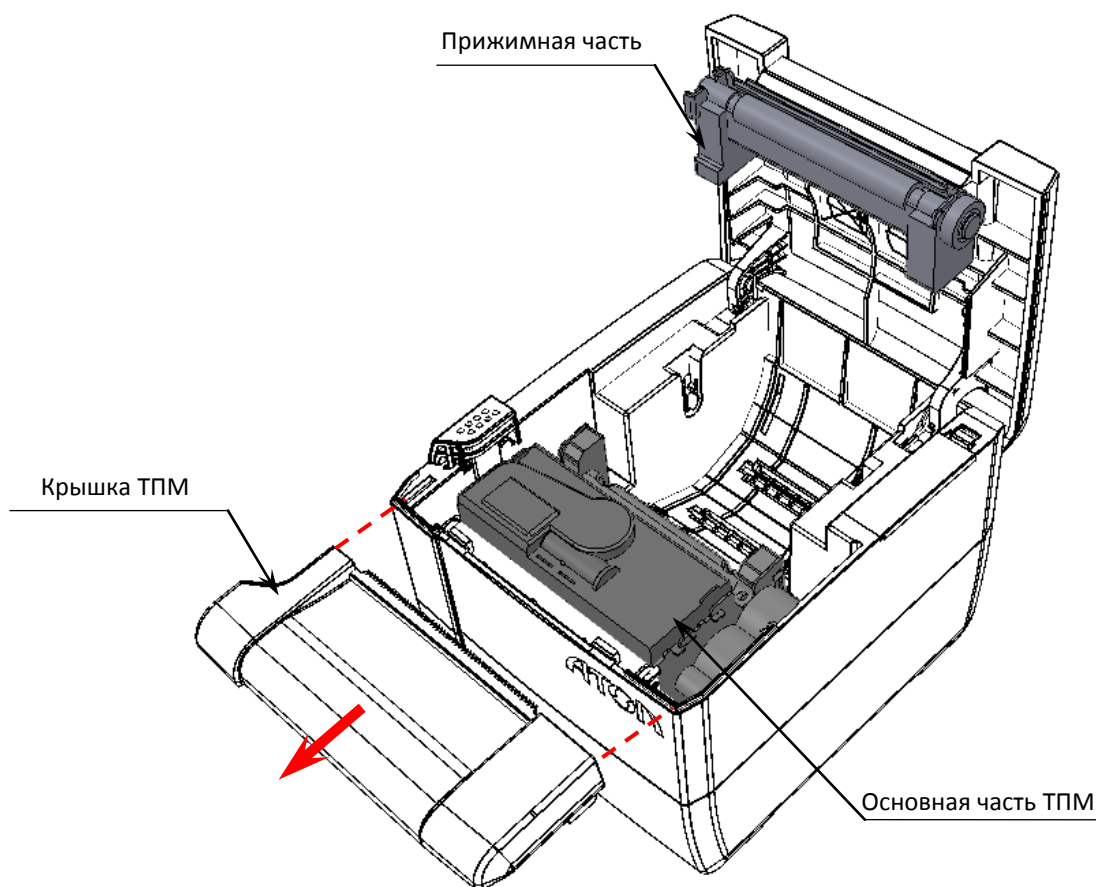

Рисунок 14. ТПМ в корпусе ККТ
1. Отделить съемную панель (крышку) от корпуса ККТ, получить доступ к ТПМ (смотрите рисунок 14).